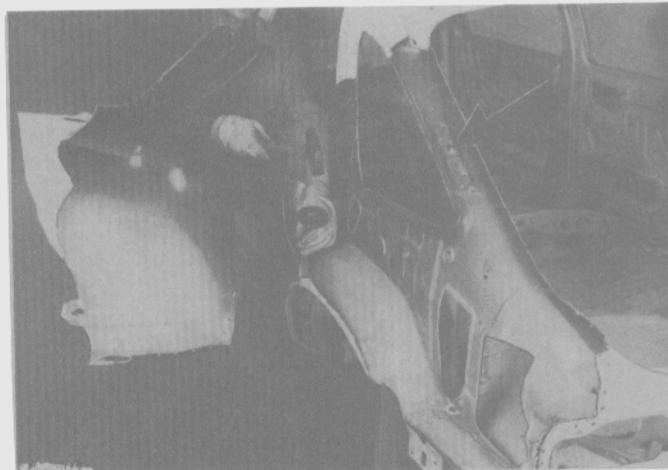

Fig. 203
- Retirar el guardabarro completo con un cortafrío (Figs. 203 y 204).